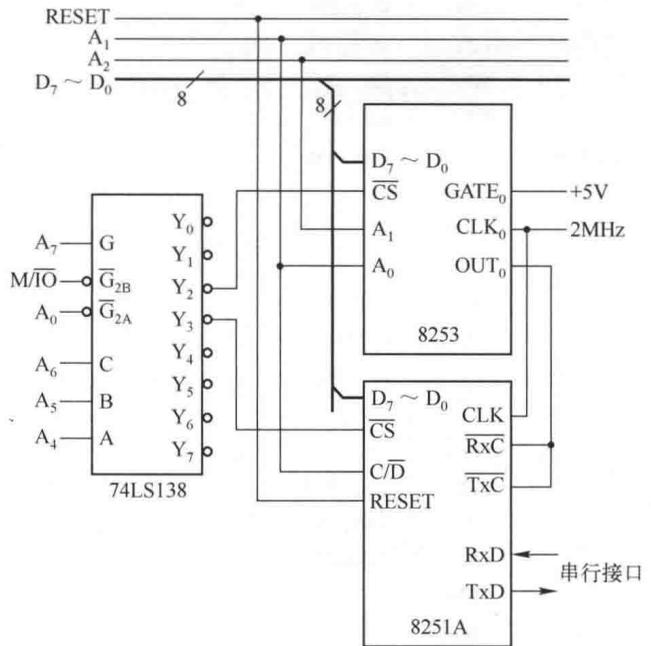

图 8-19 8251A 的端口
**【例 8-2】** 设 8086 CPU 通过 8251A 串行接口与外部设备进行双向通信。要求 8251A 工作在异步方式, 传输速率为 1200 bps, 波特率因子为 16, 字符格式为 8 位数据位, 1 位停止位, 无偶校验。8251A 的端口如图 8-19 所示, 试编写 8251A 的初始化程序及接收和发送程序。
从图 8-19 可知, 接口电路由两个接口部件组成, 即计数器/定时器 8253 和 8251A。8253